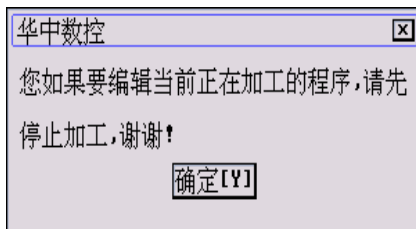

图 5.1.11 提示停止程序加工
- (3) 如果该程序处于正在加工状态，编辑器会用红色亮条标记当前正在加工的程序行，此时若进行编辑，将弹出如图 5.1.11 所示对话框；
- (4) 停止该程序的加工，就可以进行编辑了。